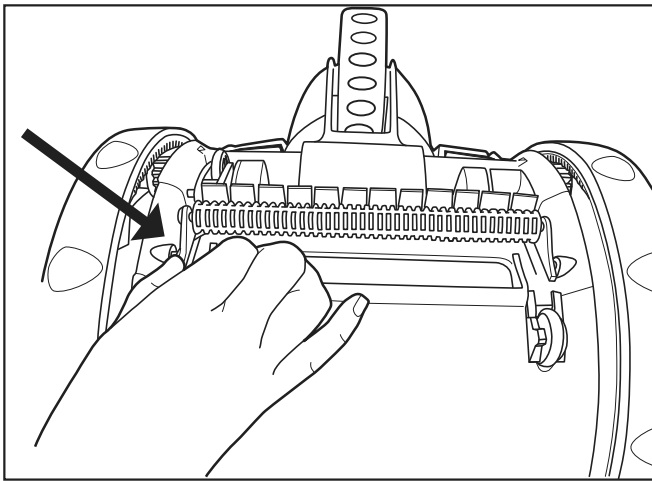

Figura 15. Empuje el brazo del cepillo
1. Coloque el limpiador en posición invertida para que pueda acceder el cepillo. Consulte la Figura 15.
2. Presione en uno de los brazos del cepillo para retirar su eje del cojinete, como se muestra en la Figura 15.